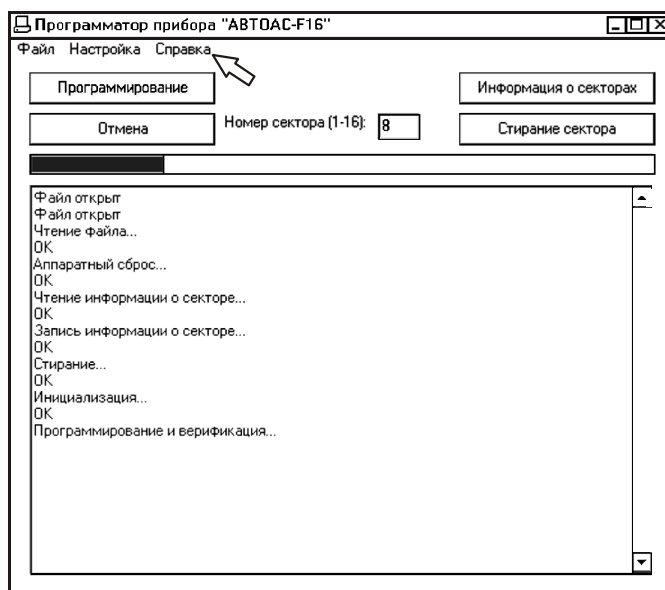

Рис. 46 Внешний вид программы (стрелка указывает на кнопку вызова справки)
3. Вызовите справку для подробного ознакомления с работой программатора (Рис. 46).